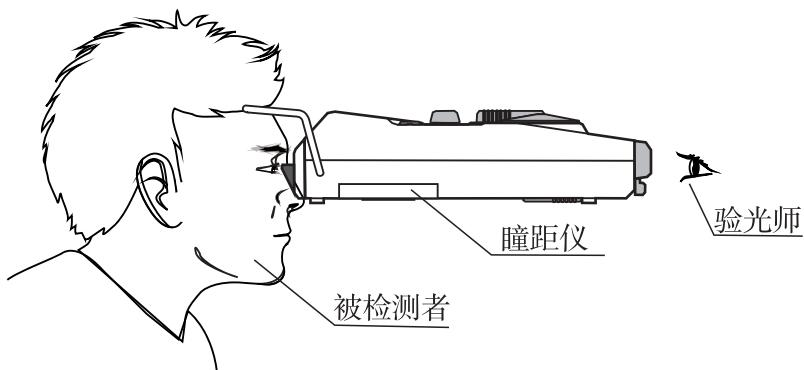

图 6
- b. 把额托架轻轻靠在被检测者的额头两旁，然后使鼻托轻轻靠在被检测者的鼻梁上，并使仪器保持水平（图 6 所示为正确位置）。